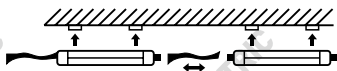
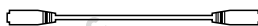

Рис. 7
Рис. 8
- допускается установка до 10-ти светильников в ряд (рис. 7), соединяя их при помощи встроенных в торцы светильников розетки с вилкой, предварительно сняв заглушку с розетки или при помощи соединительного шнура* (рис. 8);